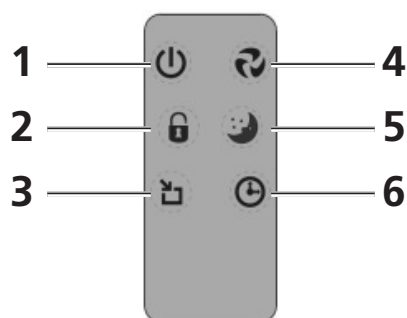

Bild 5
1. Zeigt die eingestellte Ventilatorkapazität an. Durch Drücken der Taste 1 (Abbildung 4) oder der Taste 4 auf der Fernbedienung (Abbildung 5) kann die Ventilatorkapazität geändert werden. Immer wenn Sie diese Taste drücken, wechselt die Kapazität des Ventilators von SLEEP auf LOW, auf MEDIUM, auf TURBO und anschließend zurück auf SLEEP.